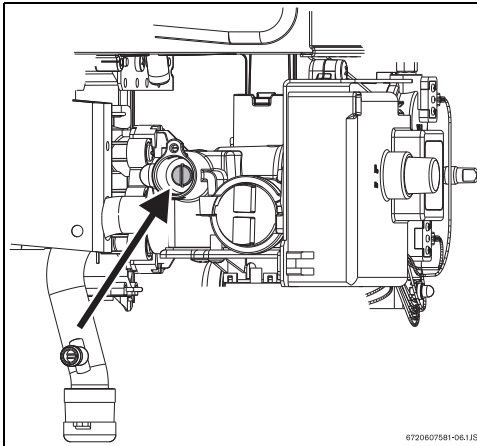

Fig. 13 Tornillo de ajuste de caudal de gas máximo
- ▶ Desmontar la cubierta del tornillo de ajuste del gas (Fig. 13).
- ▶ Utilizando la tuerca de ajuste (Fig. 13), regule la presión hasta alcanzar los valores indicados en la tab. 8.